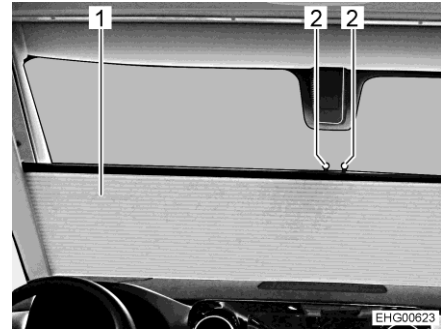

Fig. 73 Protección visual
- Tirar la protección visual (Fig. 73,1) hacia arriba o desplazarla hacia abajo hasta la posición deseada por los dos tiradores (Fig. 73,2).